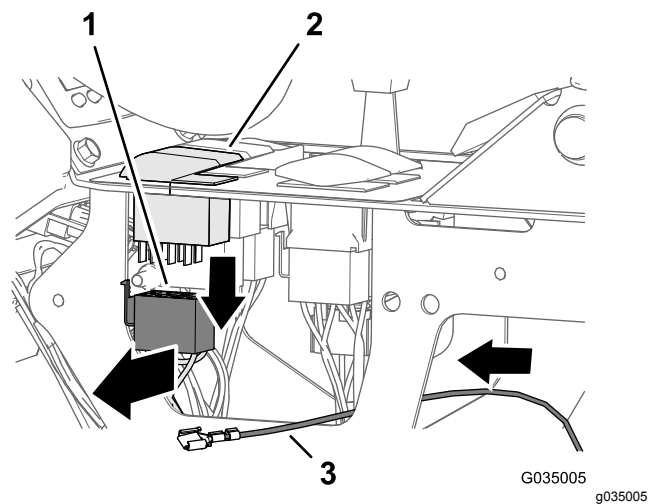

Рисунок 115
1. Нажмите на защелку 8-гнездового разъема на переключателе насоса опрыскивателя и отделите разъем от переключателя (Рисунок 115).